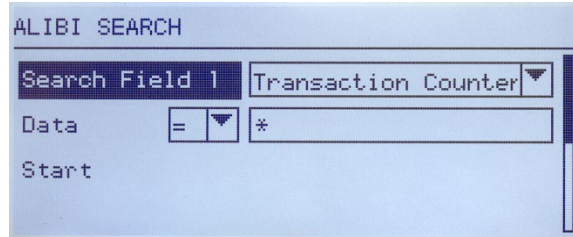

Abbildung D-1: Bildschirm „Alibi-Suche“
2. Der Suchbildschirm wird eingeblendet. Abbildung D-1 zeigt Suchfeld 1 - der erste von zwei Suchbildschirmen für den Alibi-Speicher. Beachten Sie die Bildlaufleiste rechts, mit der auf einen zweiten Bildschirm hingewiesen wird. Der zweite Bildschirm enthält Suchfeld 2 und die dazugehörigen Datenfelder.